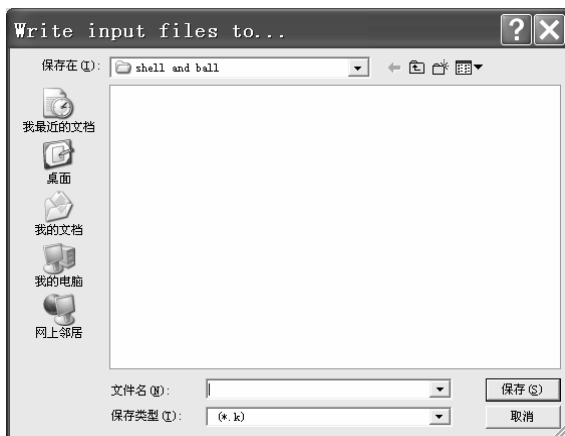

图 4-57 “Write input files to...” 窗口
(2) 在“Input files to be Written for LS-DYNA”窗口中“Write results files for...”后的方框中选择“LS-DYNA”(单击该方框后的倒立三角形来选择)。再单击“Write input files to...”后的“Browse...”按钮, 弹出“Write input files to...”窗口(见图 4-57)。